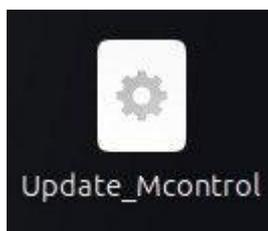

Рисунок II-30 – Файл «Update_Mcontrol»
- 2) Запустите файл «Update_Mcontrol» на рабочем столе (см. Рисунок II-30).